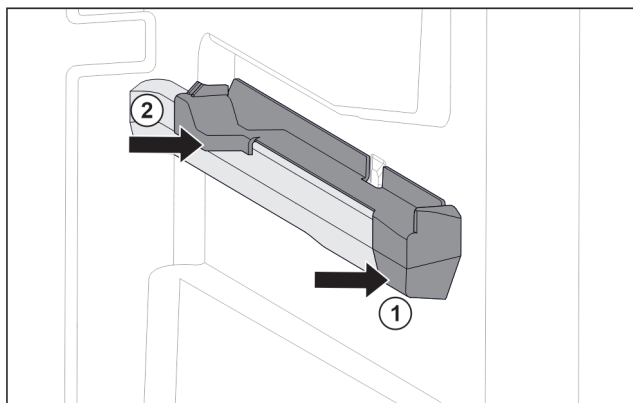

Fig. 85 Aufsteckteil auf der rechten Behälterrippe
- ▶ Aufsteckteil vorne an Behälterrippe ansetzen. Fig. 85 (1)
- ▶ Aufsteckteil hinten andrücken. Fig. 85 (2)